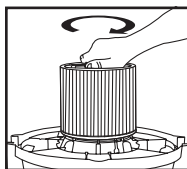

FIGURE 10
16. Maintenez le couvercle du réservoir d'une main, tournez la poignée du porte-filtre dans le sens horaire pour la serrer, en verrouillant ainsi le filtre en place. **FIGURE 10**.